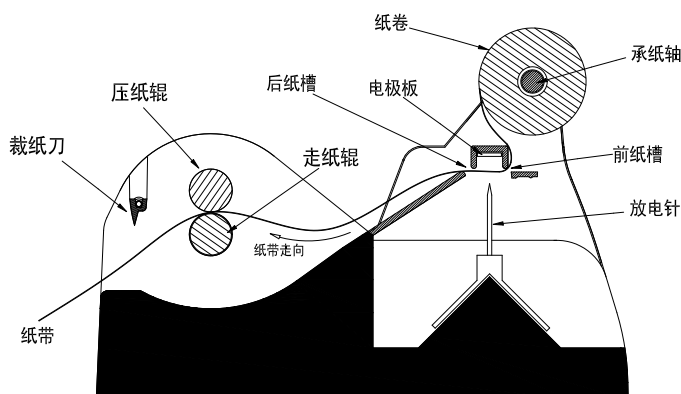

图2: 弹簧振子描绘仪纸带走向示意图
(1) 将仪器放置在水平桌面上(如果是第一次使用,开箱后会发现:压纸辊、承纸轴是被尼龙扎带捆在仪器上,用前需将尼龙扎带剪掉)。
(2) 按图2所示将纸卷装入仪器。纸带需从前纸槽穿入,从后纸槽拉出,再穿过走纸辊和压纸辊之间,经裁纸刀下方拉出并超出仪器后沿1至2公分。为便于装纸,承纸轴与压纸辊可先取下。
(3) 将仪器电源插头插入220V的市电插座,准备工作完毕。